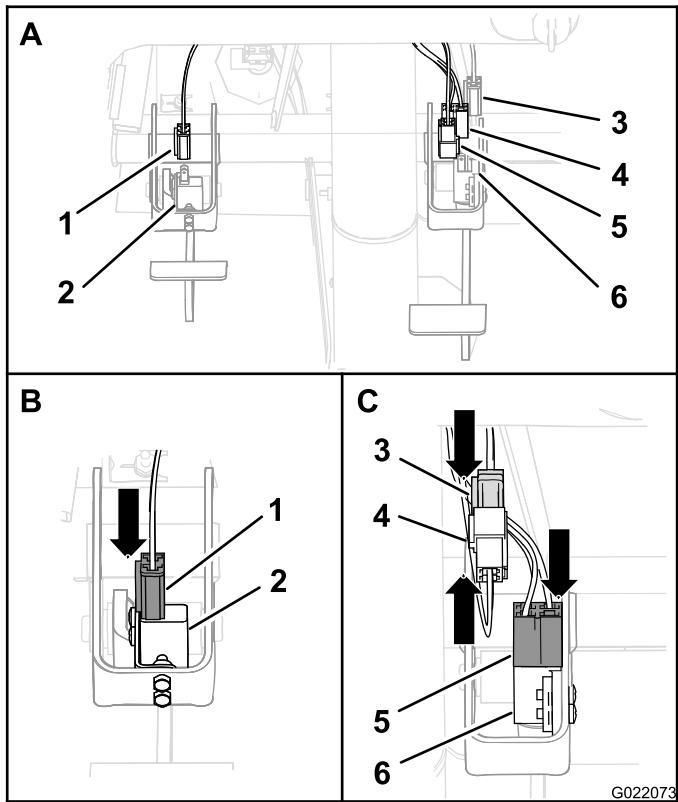

図 12
2. クラッチスイッチに、2ソケット・コネクタを接続する(図 12)。
- A. ブレーキスイッチに、4ソケット・コネクタを接続する(図 12)。
- B. インタラプタ用ワイヤハーネスの2ピン・コネクタを、車両用ハーネスの2ソケット・コネクタに接続する(図 12)。